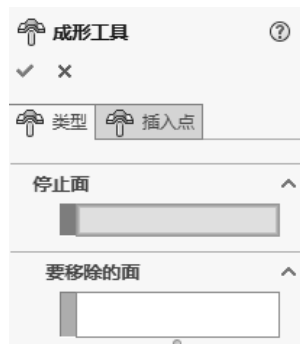

图 10.4.3 “成形工具”对话框
(1) 选择命令。选择下拉菜单  插入(I) →  钣金(H) →  成形工具 命令, 系统弹出如图 10.4.3 所示的“成形工具”对话框。